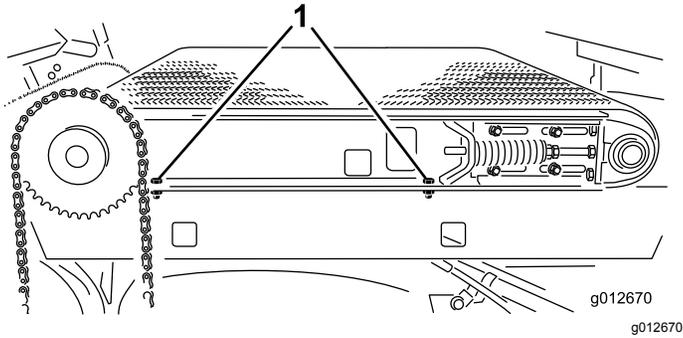

图30
2. 在机器右侧拧紧将滑行机架轨道固定至右挡泥板上的 2 个平头螺丝图30。